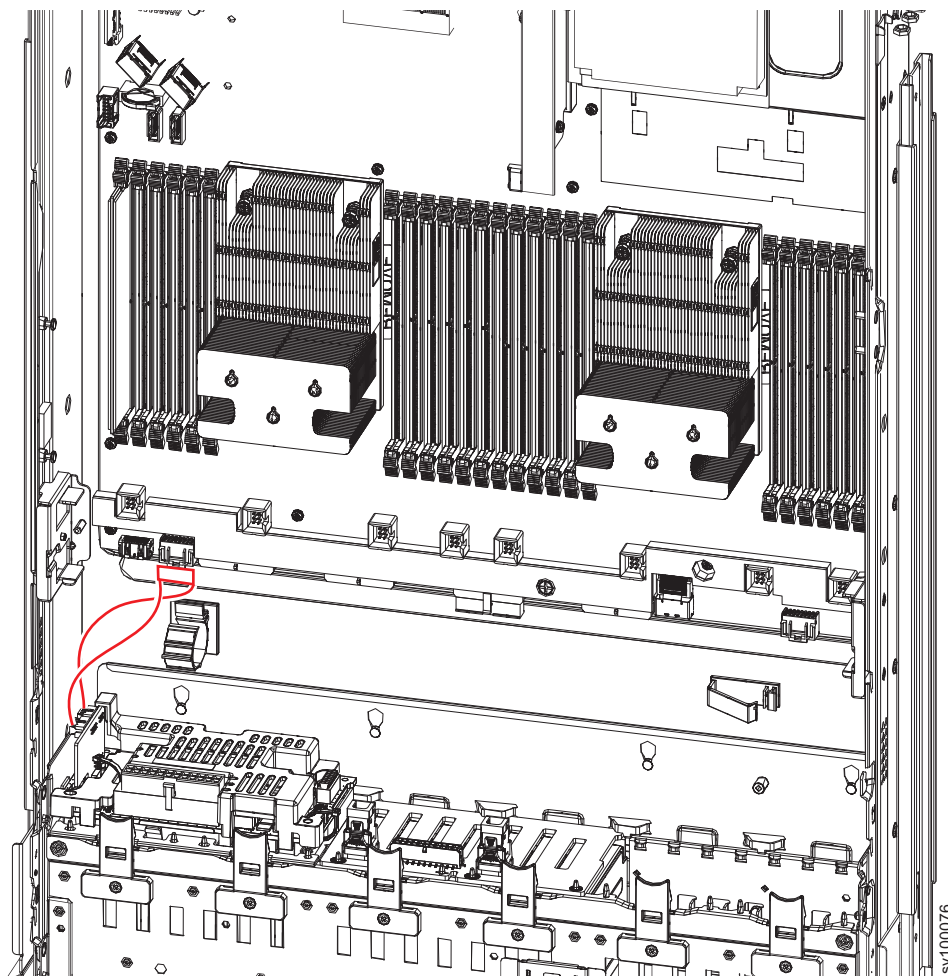

Figura 100. Cabo sensor de energia do painel traseiro de bateria do 2145-SV1
4. Remova o cabo de sensor de energia entre o painel traseiro de bateria e a placa-mãe, conforme mostrado em Figura 100 na página 122.